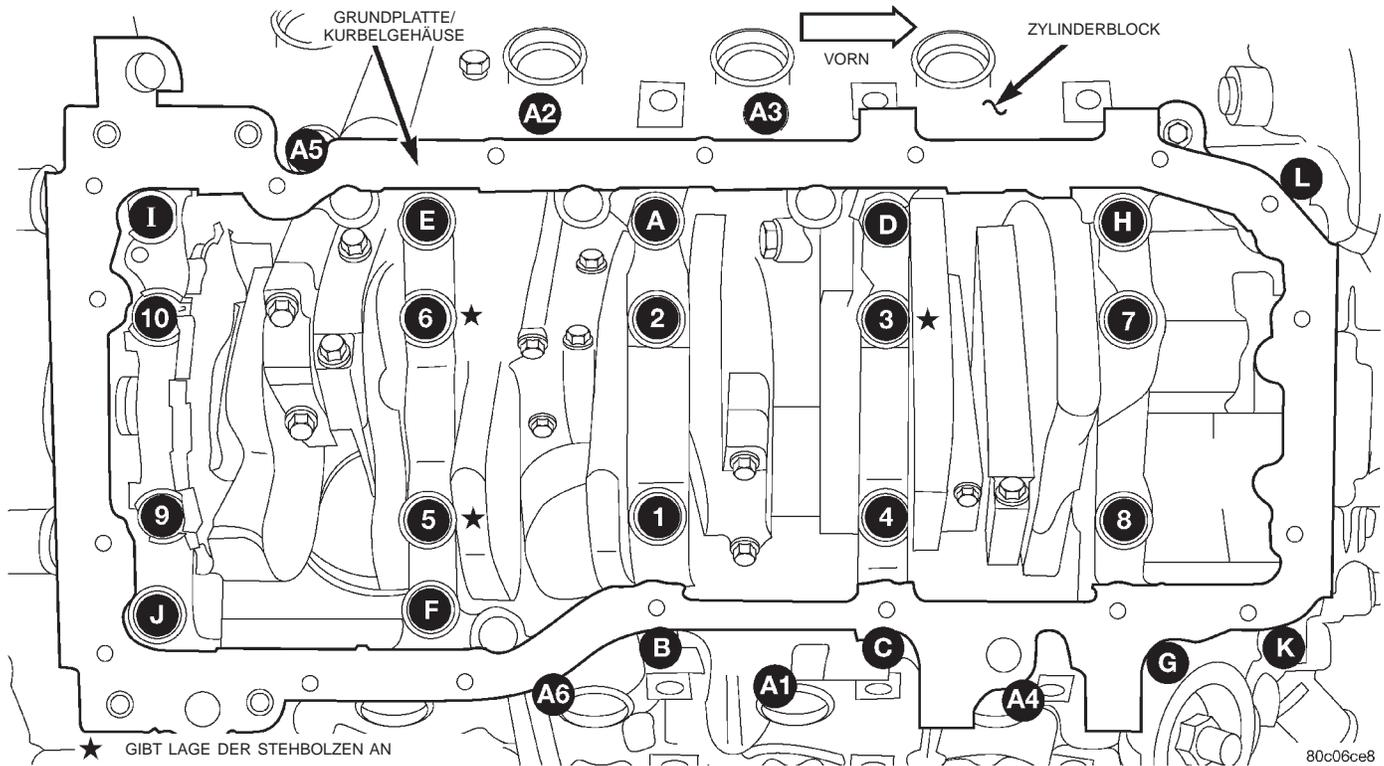
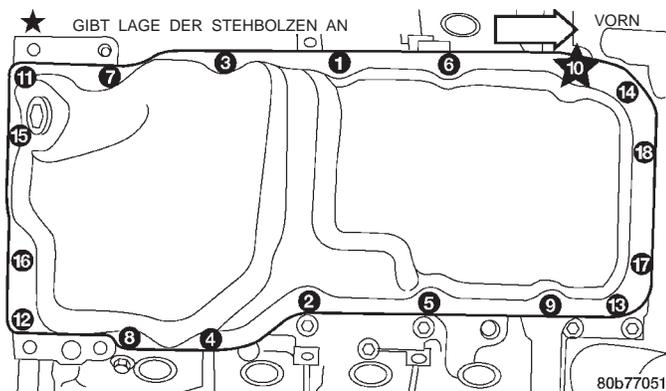

Abb. 112 Reihenfolge beim Festziehen der Grundplatte/Kurbelgehäuse
Abb. 113 Reihenfolge beim Festziehen der Ölwanne
(7) Befestigungsschrauben der Grundplatte montieren und darauf achten, daß die Stehbolzen an der jeweils richtigen Stelle eingedreht werden. Schrauben in der in (Abb. 112) gezeigten Reihenfolge festziehen.
(8) Axialspiel der Kurbelwelle messen. Näheres hierzu siehe "Kurbelwellenhauptlager" in diesem Abschnitt.
(9) Pleuel einbauen und Axialspiel messen. Näheres hierzu siehe "Pleuellager" in diesem Abschnitt.
(10) Ölwanndichtung/Zwischenplatte mit neuem O-Ring ansetzen und Ölsaugrohr montieren. Schraube und Muttern mit einem Anzugsmoment von 28 N·m (20 ft. lbs.) festziehen.
(11) Ölpumpe montieren. Befestigungsschrauben in der gezeigten Reihenfolge (Abb. 113) mit einem Anzugsmoment von 15 N·m (11 ft. lbs.) festziehen.
(12) Motor einbauen.